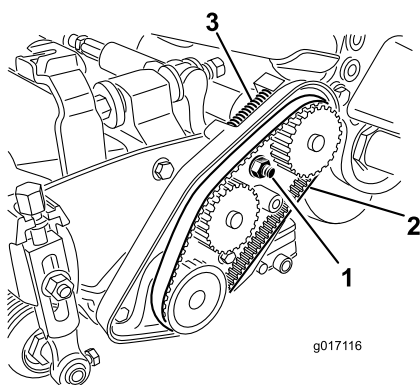

図 43
- A. ベアリングハウジング取り付けナットをゆるめる 図 43。
- C. ベルトケース内部や圧縮スプリングについているごみをきれいに除去 図 43。